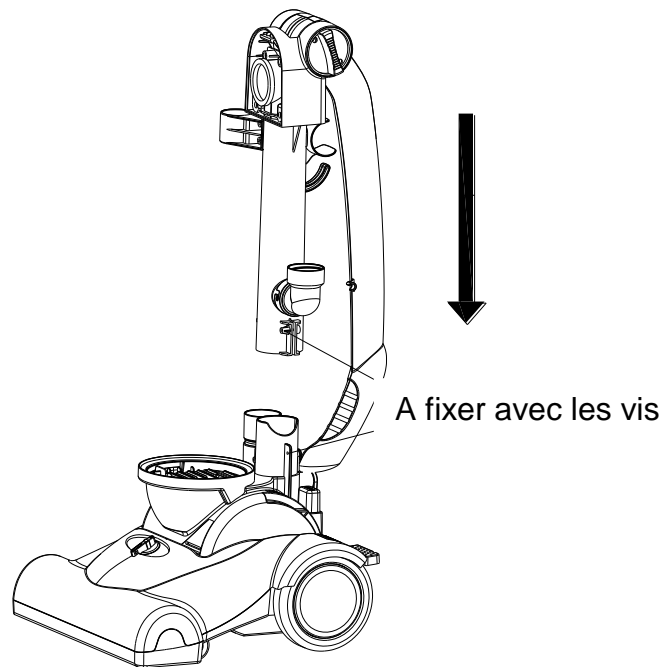

Fig. 1
- i. Insérez verticalement l'ensemble du manche dans l'extrémité du couvercle supérieur du moteur, et fixez-le avec les vis (Fig. 1).